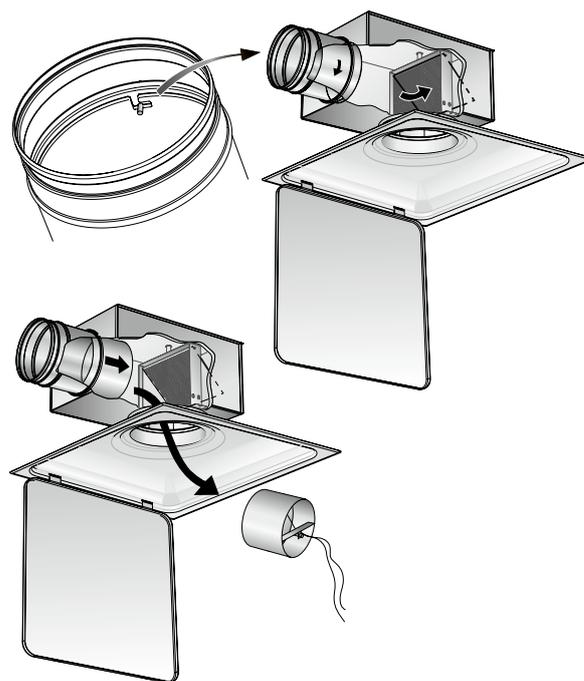

Figure 7. Démontage du registre en cas d'utilisation d'un plénum d'équilibrage ALS ou REACT ALS.
- Pour nettoyer le circuit de gaines, ouvrir le panneau du diffuseur. Pour les plénums d'équilibrage REACT ALS ou ALS, faire glisser la plaque du distributeur sur le côté puis dégager le registre de son support. Voir Figure 7.